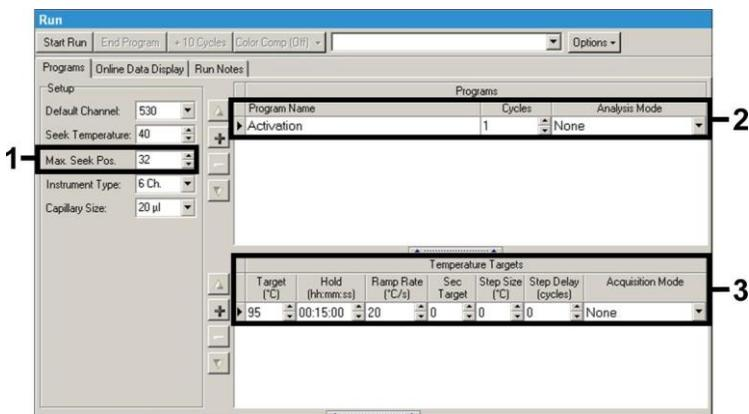

Fig. 6: Activation initiale de l'enzyme « Hot Start ».
Ensuite, pour détecter l'ADN de *Borrelia*, créer un profil de thermocyclage sur votre système *LightCycler 2.0*, conformément aux trois étapes suivantes (voir Fig. 6 - 8).
- A Activation initiale de l'enzyme « Hot Start » Fig. 6
S'assurer de saisir d'abord le nombre de capillaires préparés pour cette série de PCR (*Max. Seek Pos.*, voir Fig. 6).